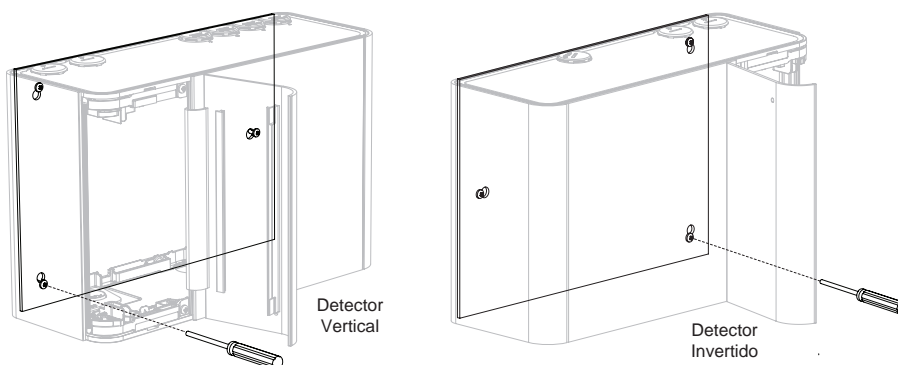

Figura 4-31: Tornillo de bloqueo
12. Inserte un tornillo M4 por el extremo pequeño del orificio inferior izquierdo (o inferior derecho si el detector está invertido) del detector (Figura 4-31).